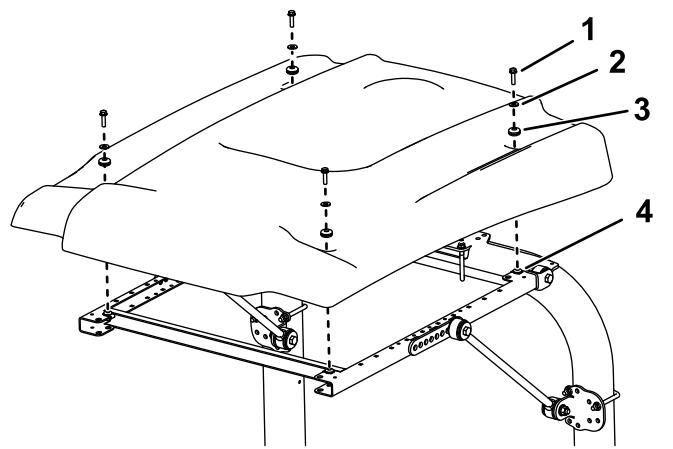

Рисунок 19
| 15. Установите каждый угол солнцезащитного навеса на раму с помощью болта с фланцевой головкой ($5/16 \times 1\frac{1}{4}$ дюйма), малой шайбы и уплотнительной втулки, не затягивая их (Рисунок 19). |
14. Выравнивая монтажные отверстия, расположите солнцезащитный навес на раме, как показано на Рисунок 19.